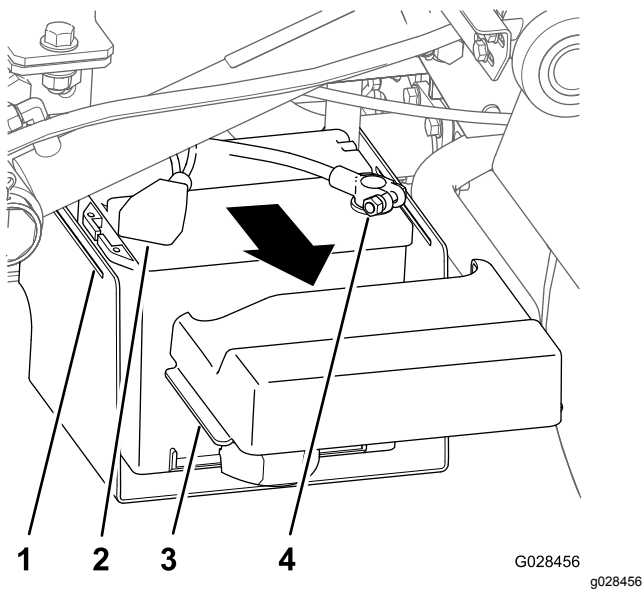

図 22
1. バッテリーカバーを両脇からたわめて、タブをバッテリーベースから外し、カバーを取り外す 図 22。
2. カバーをスライドさせて、バッテリーから、マイナスケーブルを外す。図 22
3. バッテリーのプラス端子からケーブルを外す (図 22)。